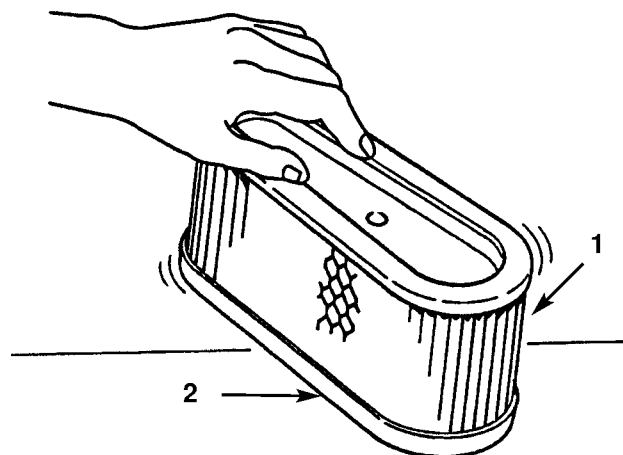

Bild 32
- A. Den Einsatz zum Entfernen von Staub- und Schmutzrückständen leicht auf flacher Oberfläche abklopfen (Bild 32).